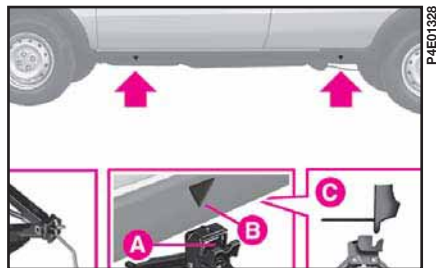

fig. 5
4) Sistemare il cric in corrispondenza del simbolo **B**-fig. 5 vicino alla ruota da sostituire e assicurarsi che la scanalatura **A** del cric sia ben calzata nel longerone **C**.